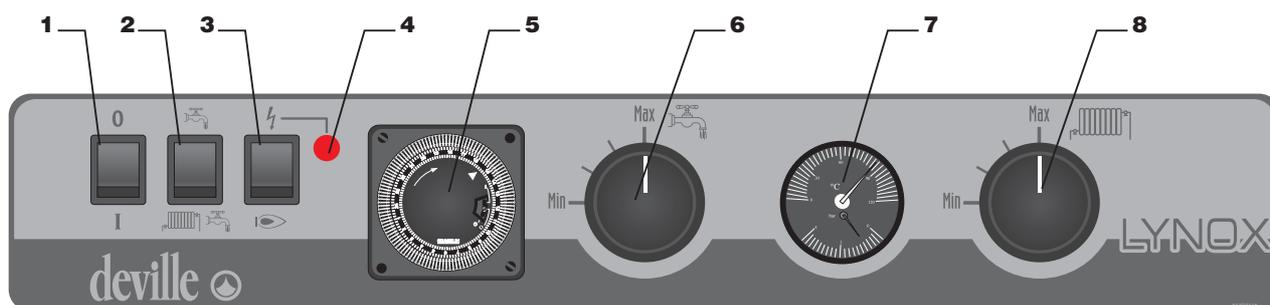

fig. 1 : Tableau de commande
- **Se familiariser avec le tableau de commande** (fig. 1)